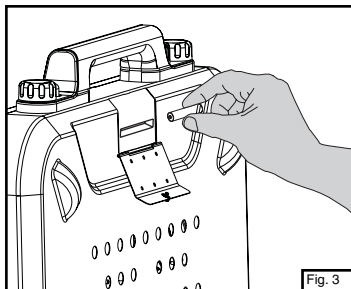

Fig. 3
- REMARQUE :** Servez-vous uniquement d'une pile alcaline AA fraîche, jamais d'une pile au nickel-cadmium. Retirez la pile de son compartiment si vous ne pensez pas utiliser le réchaud pendant un certain temps. (Fig. 3)